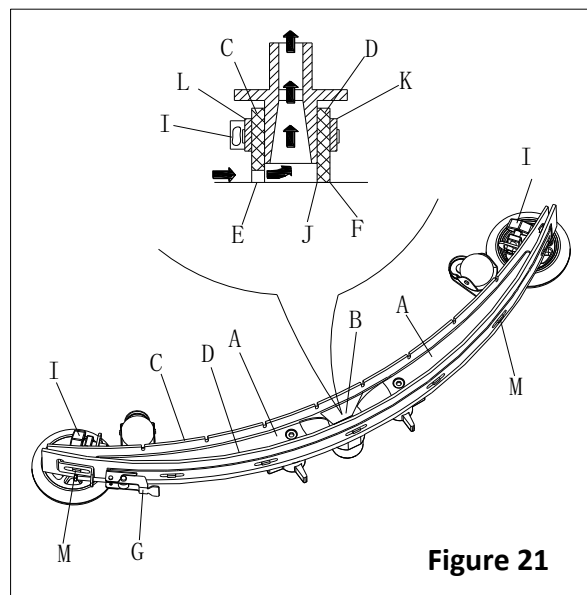
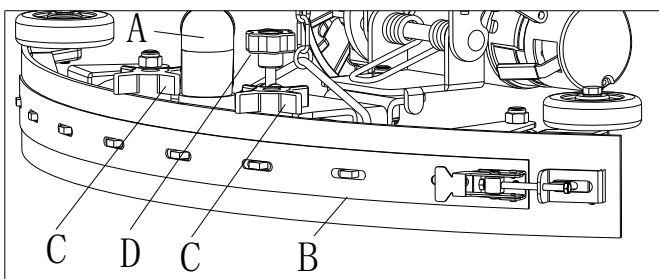

Figure 21
Figure 22
2. Vérifier que les bords (E, Figure 21) de la lamelle avant (C) et les bords (F) de la lamelle arrière (D) reposent sur un même niveau, sur toute leur longueur; si nécessaire ajuster leur hauteur selon la procédure suivante:
- Retirer la tige de traction (G), dégager les éléments de fixation (M) et régler la lamelle arrière (D), puis engager les fixations (M) et installer la tige de traction (G).
- Desserrer les boutons (I) et régler la lamelle avant (C), puis serrer les boutons.
3. Vérifier l'usure de la lamelle avant (C) et de la lamelle arrière (D); si nécessaire les remplacer. Vérifier que le coin avant (J) de la lamelle arrière (D) ne soit pas usé; si nécessaire, retourner la lamelle pour remplacer le coin usé avec un autre coin. Si les autres coins sont usés, remplacer aussi la lamelle selon la procédure suivante:
- Retirer la tige de traction (G), dégager les éléments de fixation (M) et retirer la barrette de retenue (K), puis remplacer/retourner la lame arrière (D). Monter l'embouchure dans l'ordre inverse du démontage.
- Dévisser les boutons (I) et retirer la barrette de retenue (L), puis remplacer la lamelle avant (C). Monter l'embouchure dans l'ordre inverse du démontage. Après le remplacement de la lamelle (ou retournement), ajuster la hauteur, comme indiqué dans l'étape précédente.
4. Connecter le tuyau d'aspiration (A, Figure 22) à l'embouchure.
5. Installer l'embouchure (B) et visser les boutons (C).
6. Si nécessaire, régler le bouton de réglage de l'équilibre de l'embouchure (D).